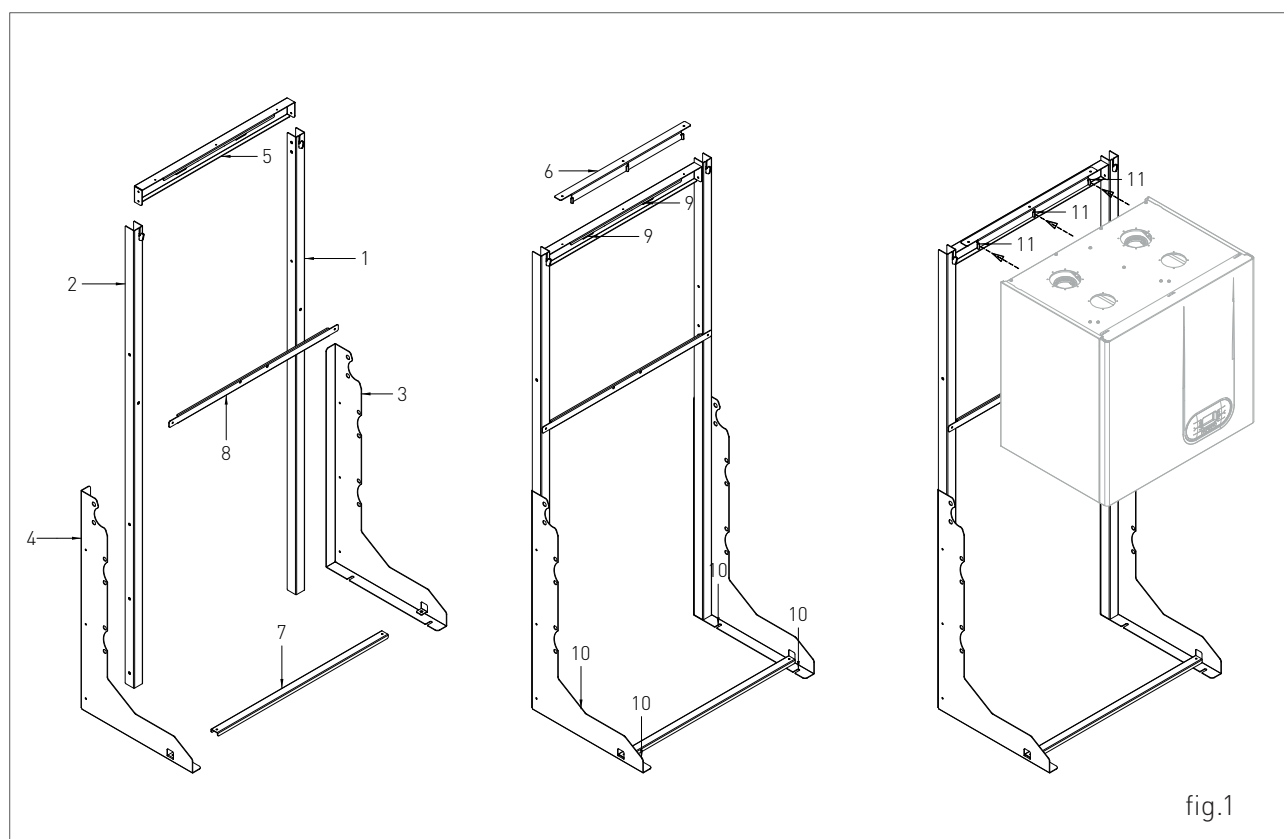

fig.1
1. fissare a muro (fig. 1), con l'ausilio di fisher, la staffa superiore;
2. assemblare i profilati laterali 3 e 4 sui montanti 1 e 2 (fig.1);